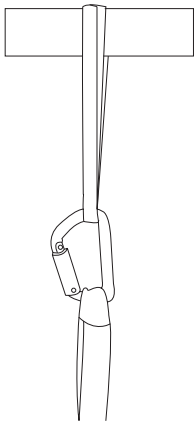
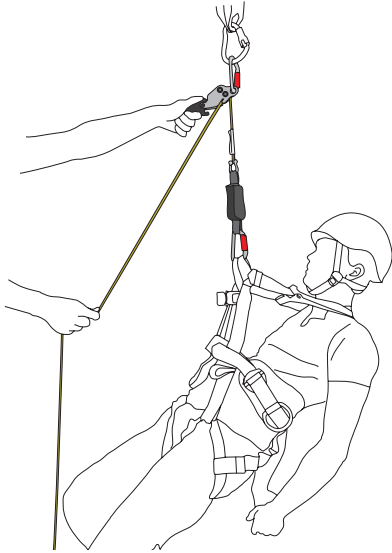

Abb. 1A: Horizontalanbringung
Abb. 4
4. Den Karabinerhaken von der Verankerungsschlinge abnehmen. Die Verankerungsschlinge um eine feste Konstruktion legen und im Karabinerhaken befestigen; siehe Abb. 1A oder 1B. Die Verankerung muss eine Belastung von 12 kN (EN795) aushalten können. Befestigen Sie das **SMARTLINE X** wie in Abb. 4 gezeigt.